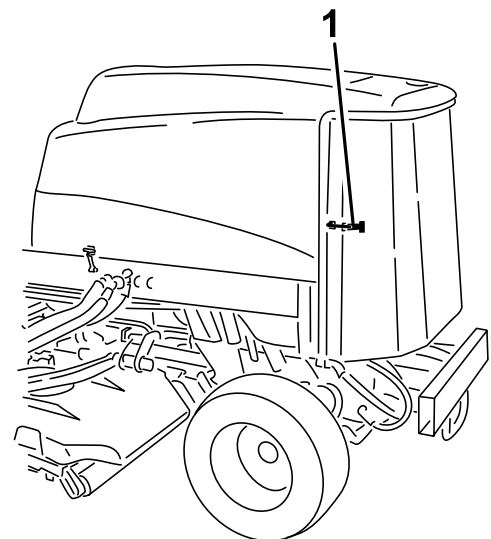

Figura 75
3. Desenganche y abra la rejilla trasera (Figura 75).